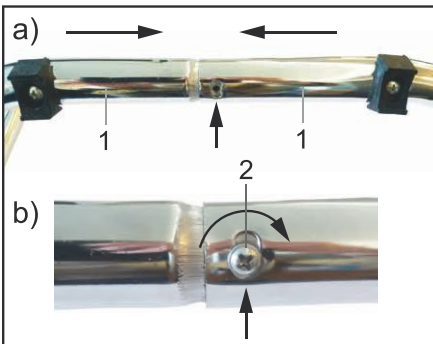

Fig. 111: Монтаж кронштейна
7. Соедините обе половины кронштейна (1), как показано на рис. 111 а).
8. Привинтите их с помощью винта с крестообразным шлицем со сферической головкой (2). См. рис. 111 б).